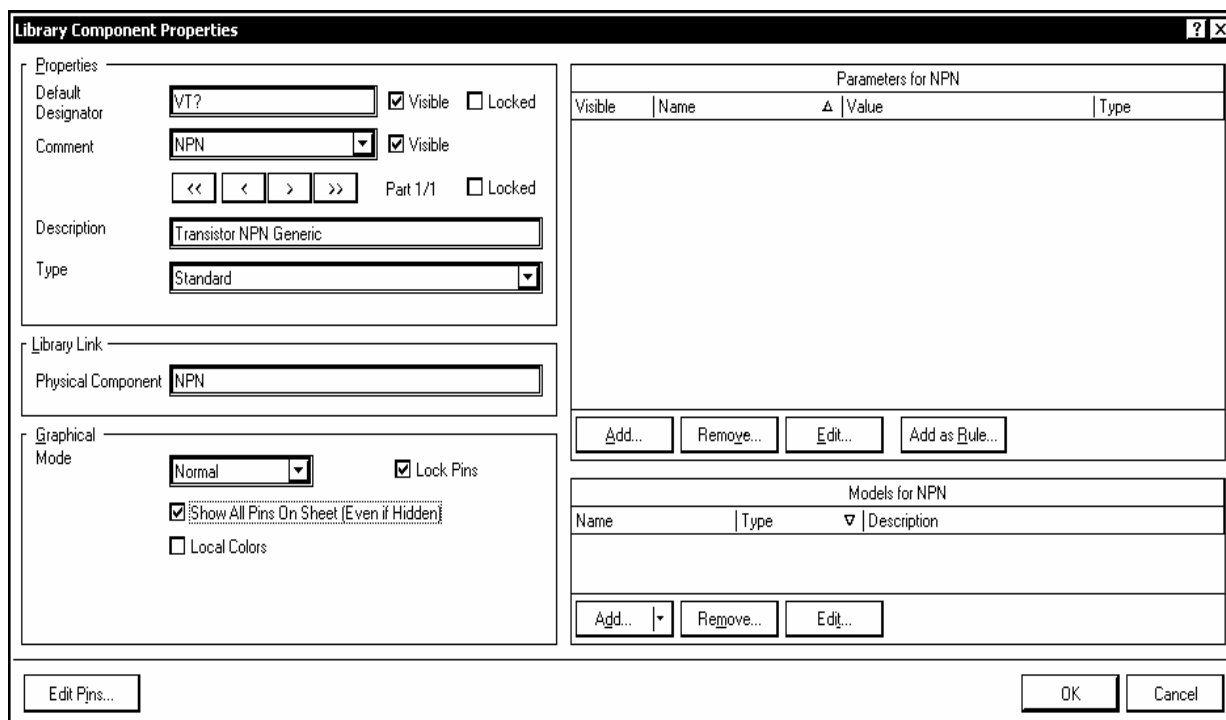

Рис. 3.9
1. Двойным щелчком мыши на имени компонента в плавающей панели SCH Library или командой главного меню Tools>>Component Properties активизировать диалог редактирования свойств компонента. Откроется диалоговое окно Library Component Properties (рис. 3.9).
Остальные поля в правой половине окна на рис. 3.9, остаются пока свободными. Они будут заполняться при присоединении к компоненту моделей.